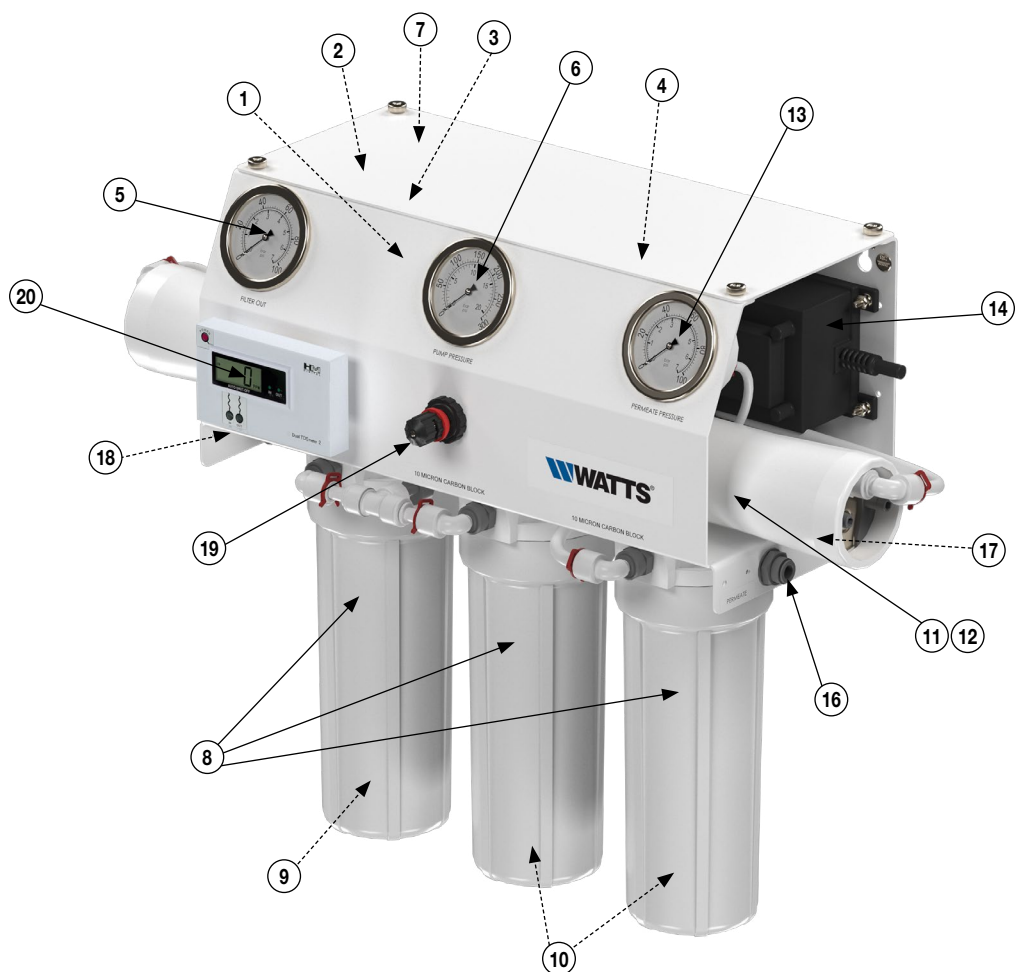

Figure 1
6. Vérifiez qu'une cartouche de préfiltre et des cartouches de filtre à charbon sont installées dans les boîtiers. (Voir la Figure 1, articles 9 et 10).
3. Fermez la vanne pour mélange située à l'avant du couvercle (Figure 1, article 19).